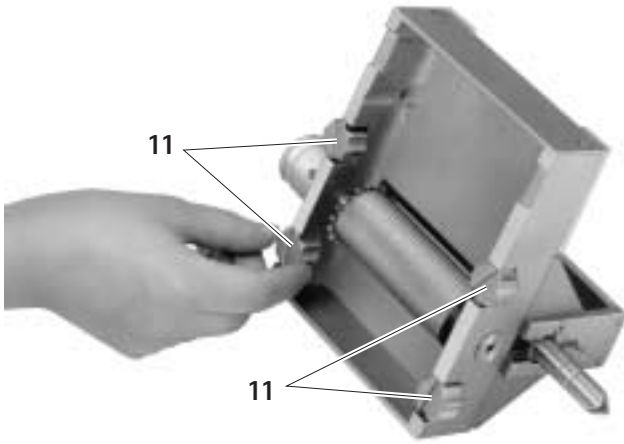

Fig. 1
- Girare il dispositivo di taglio **4** in modo che le quattro viti **11** divengano visibili, vedere Fig. 1.